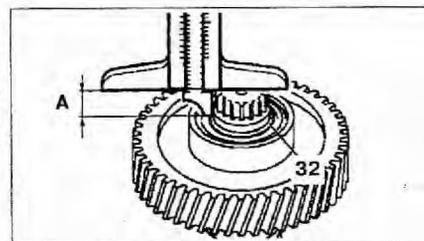

Рис. 4.89. Измерение расстояния А от конца промежуточного вала до блокировочного кольца 32 с помощью штангенциркуля.
1. Измерьте расстояние А от конца промежуточного вала до блокировочного кольца 32 с помощью штангенциркуля (рис. 4.89).